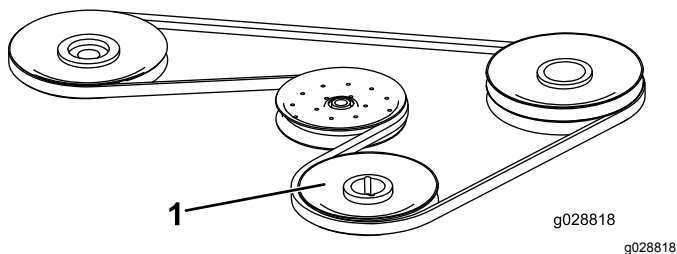

Bild 3
4. Entfernen Sie den Riemen, der auf der rechten Seite des Mähwerks verläuft, und installieren Sie den Riemen aus dem Bausatz in derselben Position (Bild 3).